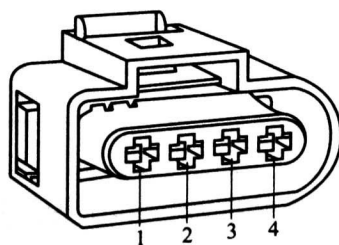

图 1-3 点火线圈端子
1) 拔下点火线圈 4 针插头 (见图 1-3), 打开点火开关, 用万用表电压挡测量 2 号端子与搭铁之间的电压应为_____V 左右; 检查熔断器与点火线圈之间是否有断路。